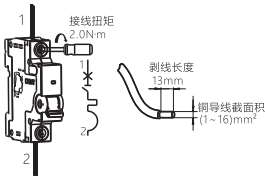

图5 NBP-63(H)接线方式
5.4 适用于铜导线连接，导线选择见表2，接线方式及剥线长度示意图如下图5